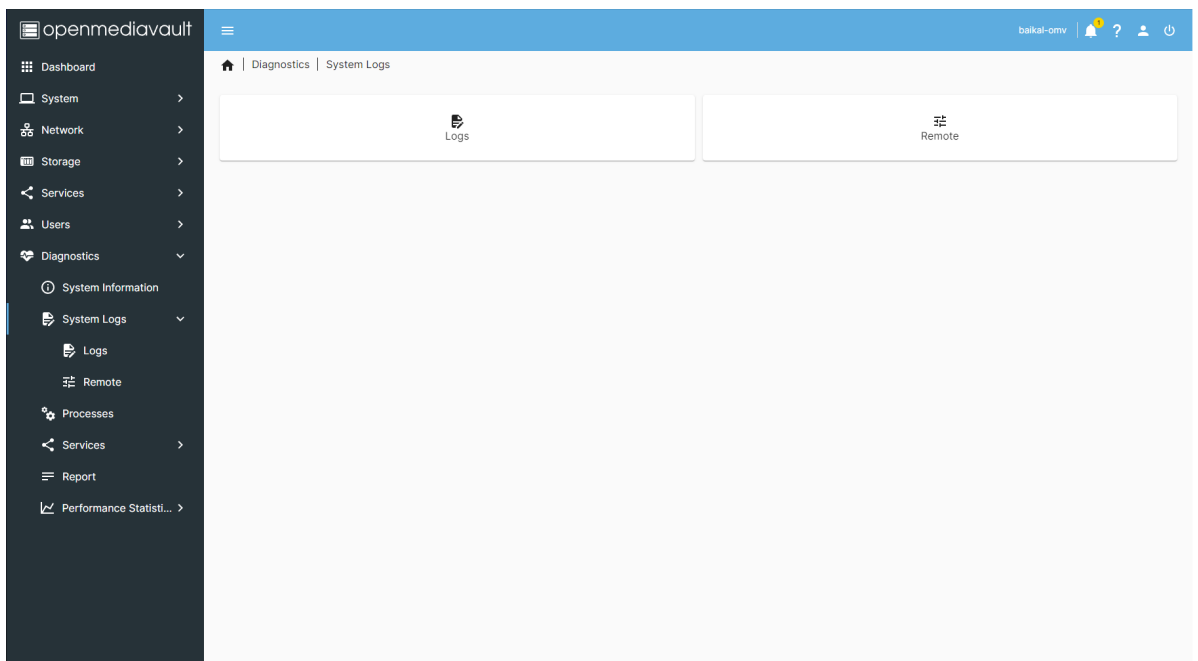

Рис. 66. Окно «System Logs»
- Пройдите во вкладку «Diagnostics» → «System Logs» в данной вкладке отображается интерфейс для просмотра и загрузки журналов из syslog, journalctl, message, auth, ftp, rsync и samba. Плагины могут прикреплять свои журналы сюда с помощью фреймворка. Окно «System Logs» показано на рис. 66 Окно «System Logs».